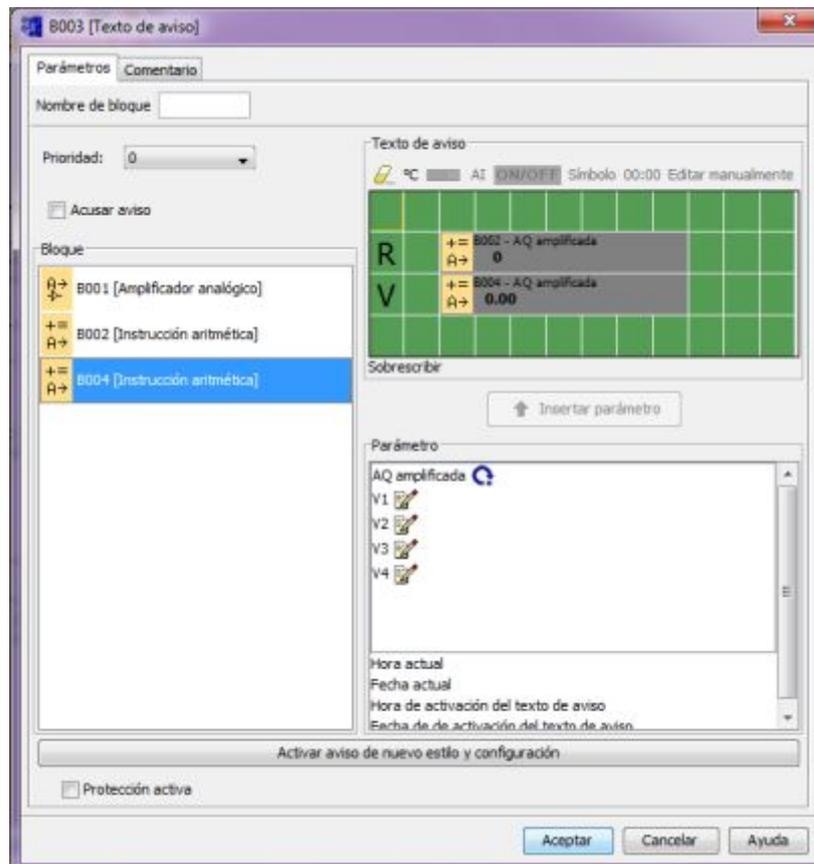

FIGURA 109: Parámetros de la instrucción texto de aviso.
- Dar doble clic sobre la instrucción y aparece una ventana (FIGURA 109).